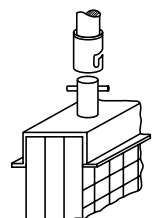

Fig. 6
2. Använd den medlevererade specialnyckeln, fig. 6. Vrid till höger tills insatsen sitter stadigt.